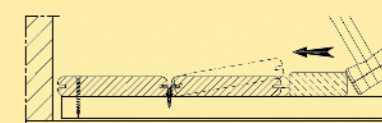
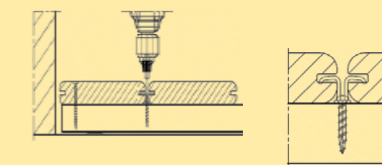

Abbildung 2
Abbildung 3
- Schritt 5 Sobald die Diel eingesetzt worden ist, schrauben Sie den COBRA®-Clip zwischen den Dielen mit Hilfe des mitgelieferten Bits fest. Beim Verschrauben darf kein zu starkes Anziehen erfolgen (die Stärke des Akkuschraubers berücksichtigen). Schlagen Sie mit einem Holzhammer an die Diel, um die Clips der vorherigen Diel zu befestigen (Abbildung 2). Wiederholen Sie diesen Vorgang nach dem Einsetzen jeder einzelnen Diel (Abbildung 3).